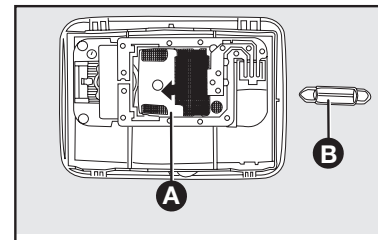

fig. 64
- Abrir a tampa **A-fig. 64** no sentido indicado pela seta;
- Retirar a lâmpada **B-fig. 64** e substituí-la;